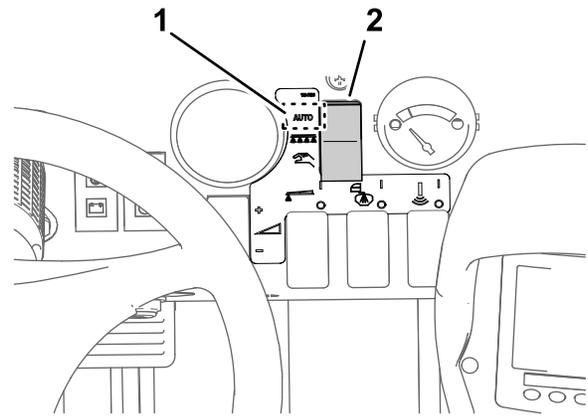

Figura 28
3. Mueva el interruptor del modo de fumigación al Modo de caudal de aplicación (Figura 28).